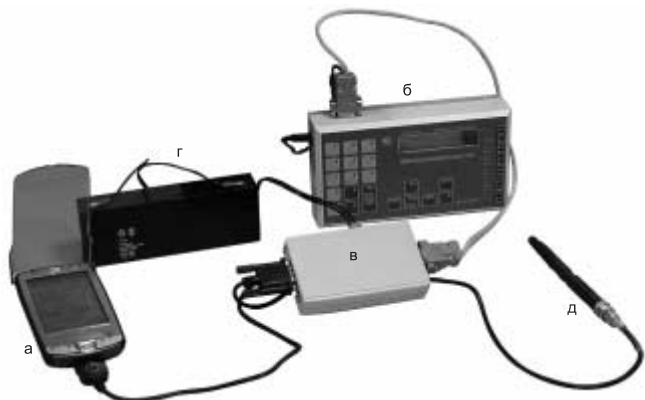

Рис. 3
- карманный ПК (КПК) (рис. 3, а), выполняющий функции: удаленного интерфейса со стационарным АРМ метролога и передачи заданий от стационарного АРМ метролога программируемому задатчику;
- программируемый задатчик, с помощью которого на входе канала формируется калибровочный сигнал (рис. 3, б);
- модуль, включающий радиомодем в OEM-исполнении для обеспечения беспроводной связи со стационарным АРМ и блок коммутации сигналов RS-232 порта КПК для управления радиомодемом и программируемым задатчиком, работающими через интерфейс RS-232 (рис. 3, в);
- единый аккумулятор для питания всех компонентов мобильного АРМ метролога (рис. 3, г);
- антенна радиомодема (рис. 3, д).